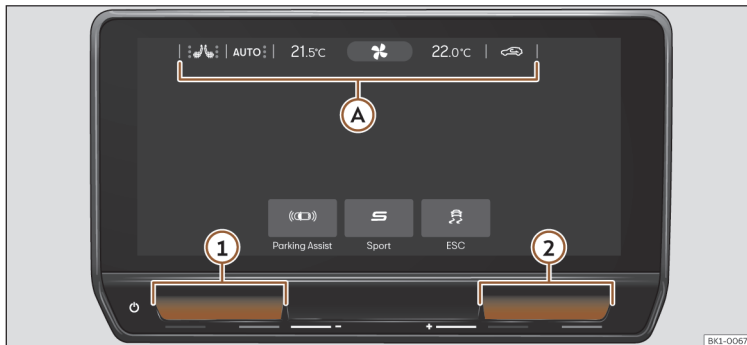

Fig. 91 Representación esquemática: funciones de climatización
Barra fija en la parte superior de la pantalla del Sistema de infotainment» **fig. 91 A**, (incluso si está desconectado) donde se encuentran las siguientes funciones de Climatización:
O BIEN: mediante las zonas táctiles **1** y **2** (azul / rojo) se puede ajustar la temperatura del Climatizador» **fig. 91.**
Pulsado sobre el icono  de la Climabar »» fig. 91 **A** se despliega el menú de la calefacción de los asientos.
- También se puede ajustar el nivel de la calefacción del asiento presionando con **dos** dedos en la zona táctil»» fig. 91 **①** o **②** (asiento izquierdo o derecho).